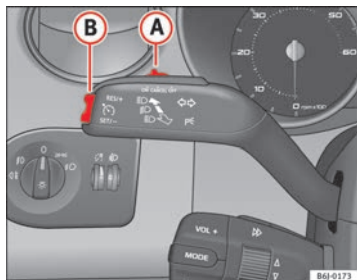

Fig. 107 Palanca de intermitentes y de luz de carretera: mando y tecla basculante para el regulador de velocidad
- Mueva el mando ⇒ fig. 107 **A** hacia la izquierda hasta la posición **ON**.